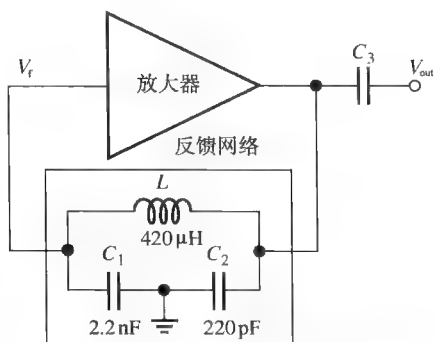

图 9-23 表示反馈网络的考毕兹振荡器
振荡器是一种生成重复波形的电路, 正弦波振荡器用在许多系统中并作为测试信号。图 9-23 所示为一个用来产生 550kHz 正弦波的正弦波振荡器, 该正弦波用在调幅 (AM) 收音机中与天线接收频率进行混频。这个电路是应用反馈网络的一个例子, 输出的一部分通过反馈网络返回到输入端进行放大并增强输出信号。反馈网络显示在阴影框内, 我们主要关注反馈网络中的电容器, 虽然这个电路是交流电路, 但是直流电路中关于电容量和电容电压的公式仍然有效。